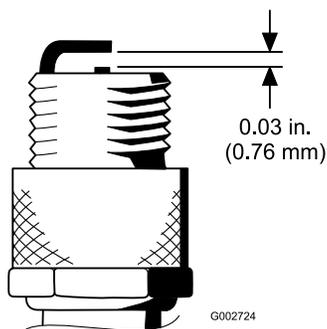

Figura 29
4. Asegúrese de que la distancia entre los electrodos central y lateral es de 0,76 mm, consulte la Figura 29. Tras ajustar correctamente los electrodos, coloque la bujía con su junta y apriétela a 23 N-m. Si no utiliza una llave dinamométrica, apriete la bujía firmemente.